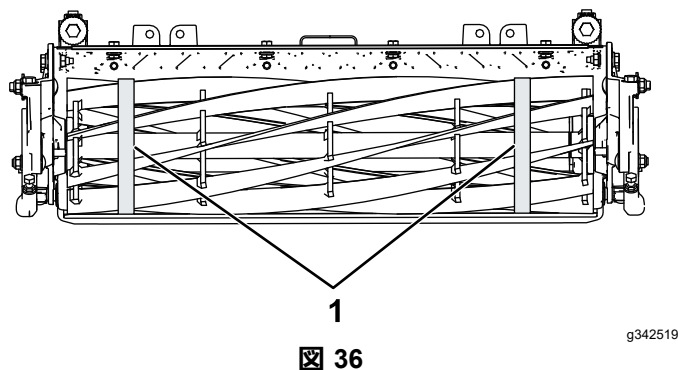

図 36
3. リール外径測定用テープを使用して、リールの左右両端での直径を測定する 図 36 左右の測定値の差が 0.250 mm 未満であれば適正とする。差がこれよりも大きい場合には、研磨を行って真の円筒に戻す。